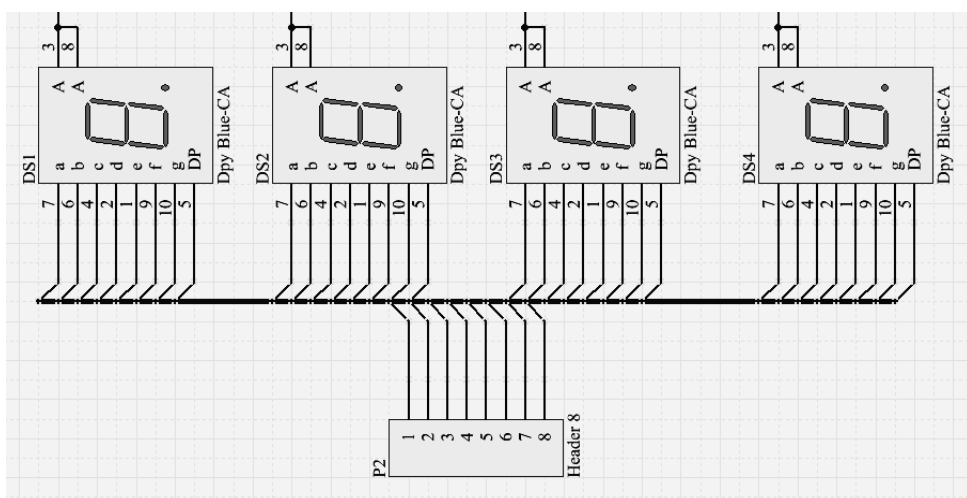
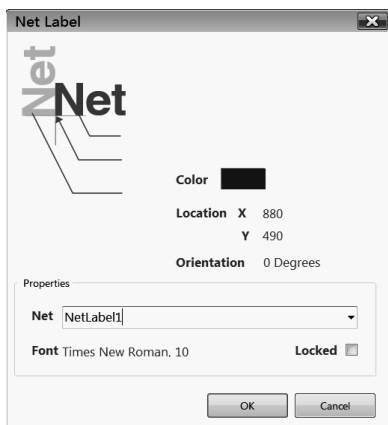
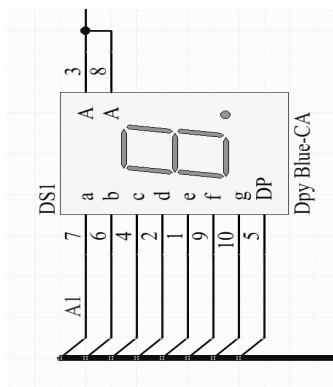

图 5-1-26 将元器件引脚通过导线与总线端线连接
图 5-1-29 网络标号编辑对话框
图 5-1-30 在连接线上放置网络标号
(6) 将元器件引脚通过导线连接至相应的总线端线上，如图 5-1-26 所示。这里需要注意，元器件引脚不能直接与总线端线相连。
此时按键盘上的【Tab】键会弹出如图 5-1-29 所示的网络标号编辑对话框。在 Net 文本框中输入所需的网络标号（如“A1”），其他选项采用默认设置，然后单击【OK】按钮，十字形鼠标指针上的网络标号就变为了“A1”，按【空格】键将网络标号逆时针旋转 90°，移动鼠标指针至图 5-1-26 中元器件 DS1 管脚 7 与总线的连接线上，单击放置网络标号，如图 5-1-30 所示。